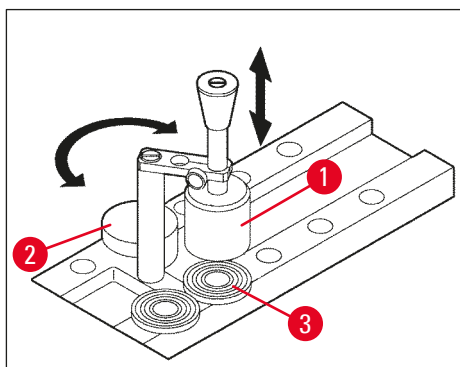

Fig. 14
4. Posizionare il disco dei campioni con il campione in una delle 10 aperture nello scaffale di congelamento rapido (→ "Fig. 14") e congelare.